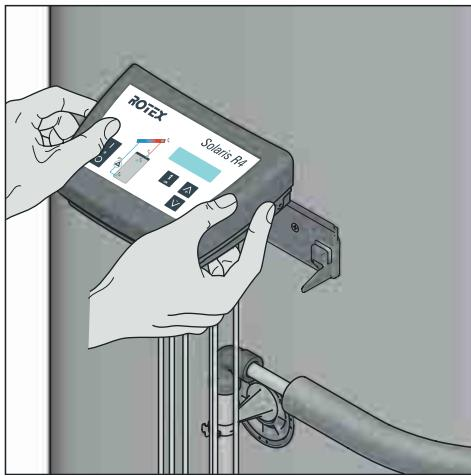

Bild 4-28 Arbeitsschritt 5
- Darauf achten, dass die Kabelschlaufen (wie in Bild 4-27 und Bild 4-28 dargestellt) nach unten zeigen.